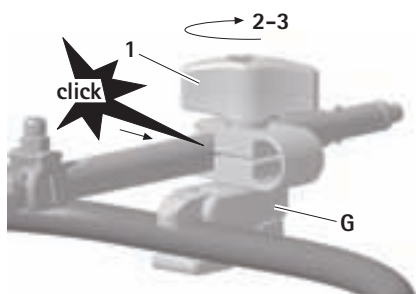

Fig. 7
- Agganciare l'asta di accoppiamento **B** o il raccordo con attacco rapido **A** nel morso del morsetto di fissaggio **G** e portarli nella posizione desiderata, vedere Fig. 7.